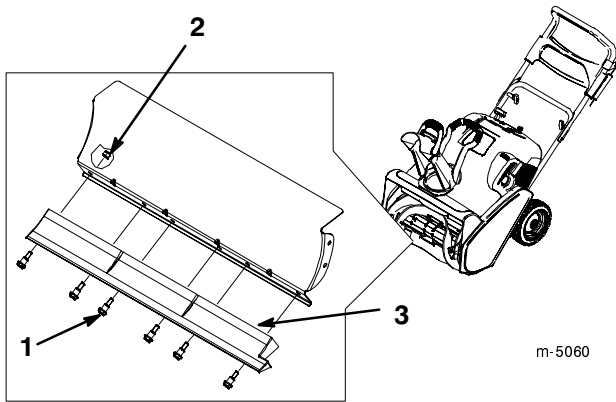

Figure 17
5. Enlevez les six vis et contre-écrous de fixation de la lame racleuse (Fig. 17).